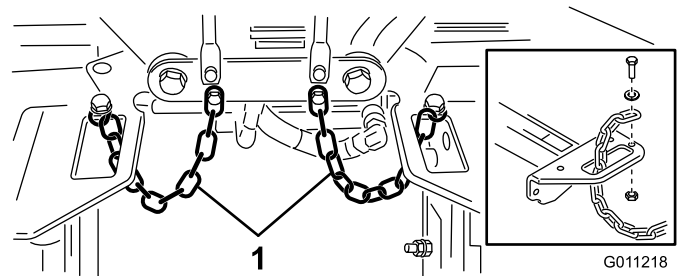

Figure 23
4. Faites passer une chaîne de basculement dans la fente à l'extrémité de chaque bâti porteur. Fixez la chaîne de basculement au sommet du bâti porteur à l'aide d'un boulon, d'une rondelle et d'un contre-écrou (Figure 23).